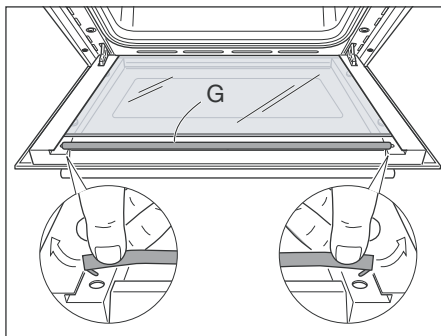

Figura 48d
- Rimuovere la tenuta "G" sganciando i due ganci di fissaggio (figura 48d).